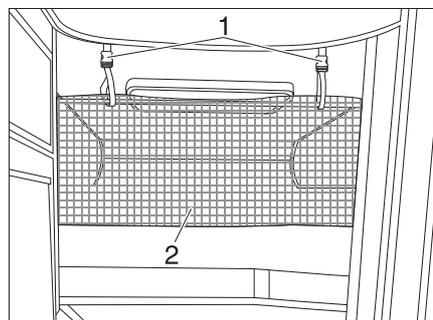

Bild 133 Sicherungsnetz
Das Sicherungsnetz (Bild 133,2) ist serienmäßig zwischen Matratze und Lattenrost verstaut. Das Sicherungsnetz erst aufspannen, wenn sich die Person bereits im Bett befindet.
- Die Haltebänder (Bild 133,1) in die Halterungen an der Decke einrasten.